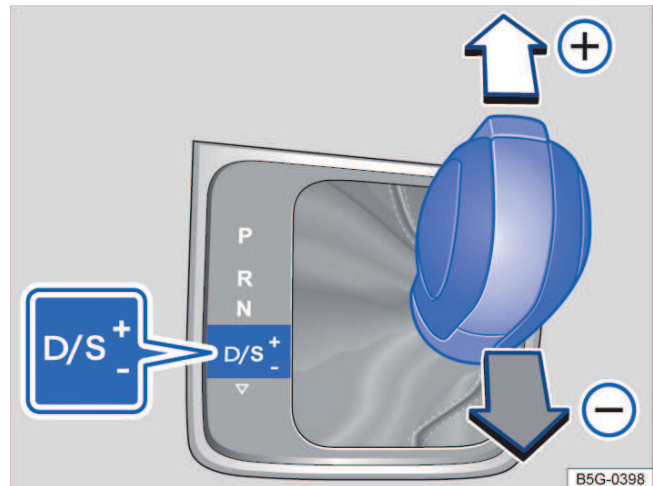

Fig. 96 Alavanca seletora na posição Tiptronic.
- Mover a alavanca seletora para frente (+) ou para trás (-) para aumentar ou diminuir a marcha → Fig. 96. ▶